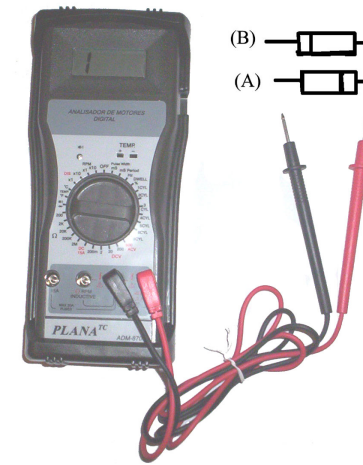

Fig.15
- Pegue o cabo de Teste do **ADM-8700** e conecte as garras preta e vermelha, conforme indicado na Fig.15;